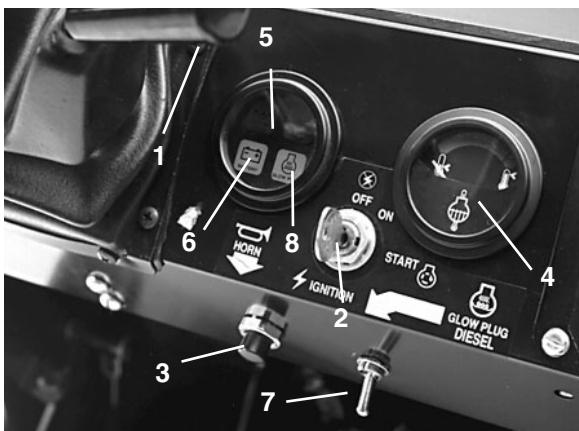

Bild 19
Lenkradverstellhebel (Bild 19)—Hebel an der rechten Seite des Armaturenbretts, mit dem Sie die Lenkradhöhe auf den Fahrer einstellen können.
Temperaturanzeige (Bild 19)—Zeigt die Motortemperatur an. Funktioniert nur bei eingeschaltetem Zündschloss.
Hupe (Bild 19)—Wenn Sie draufdrücken, ertönt die Hupe.
Lampe für niedrigen Ölstand (Bild 19)—Eine Lampe leuchtet auf, wenn der Öldruck bei laufendem Motor unter einen sicheren Wert abfällt. Wenn die Lampe an- und ausgeht oder immer aufleuchtet, halten Sie das Fahrzeug an, stellen Sie den Motor ab und prüfen Sie den Ölstand. Wenn der Ölstand niedrig war, die Lampe nach dem Auffüllen von Öl jedoch beim Starten des Motors nicht ausgeht, stellen Sie den Motor sofort ab und wenden Sie sich an den lokalen TORO Fachhändler.
Glühkerzenschalter und -lampe (Bild 19)—Vorheizen der Motorzylinder vor dem Starten eines kalten Motors—Die Zylinder werden automatisch beim warmen Motorstart vorgeheizt. Wenn der Motor kalt ist, schieben Sie den Hebel nach oben und lassen Sie ihn in dieser Stellung. Achten Sie auf die Lampe. Die Lampe leuchtet gelb auf, wenn die Glühkerzen aktiviert sind. Die für das Vorheizen der Zylinder benötigte Zeit sollte aus den Umgebungstemperaturen ermittelt werden. Siehe „Starten des Motors“ auf Seite 24.
Zündschloss (Bild 19)—Das Zündschloss, mit dem der Motor gestartet und abgestellt wird, hat drei Stellungen: OFF, ON/Preheat und START. Drehen Sie den Zündschlüssel im Uhrzeigersinn auf die—START-Stellung—, um den Anlasser zu aktivieren. Lassen Sie den Schlüssel los, wenn der Motor startet. Der Schlüssel geht von selbst auf die ON-Stellung zurück. Drehen Sie den Schlüssel entgegen dem Uhrzeigersinn
Ladelampe (Bild 19)—Diese Lampe leuchtet auf, wenn die Batterie entladen wird. Wenn die Lampe beim Einsatz des Fahrzeugs aufleuchtet, stoppen Sie das Fahrzeug und stellen Sie den Motor ab. Prüfen Sie mögliche Ursachen, wie z. B. Lichtmaschinenriemen.
5. Schieben Sie bei Temperaturen unter 15° C den Glühkerzenschalter nach oben auf die ON-Stellung (Bild 19) und halten Sie den Schalter für die angemessene Dauer gedrückt.